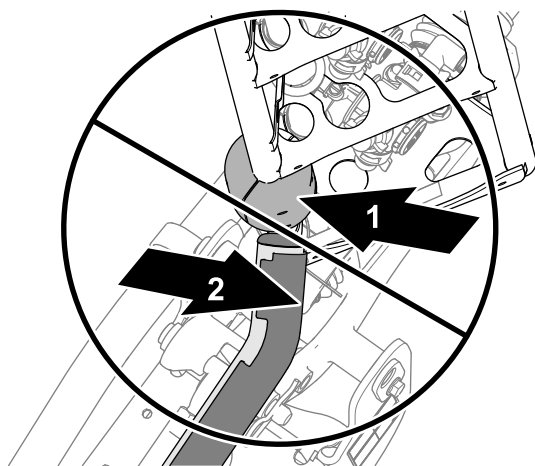
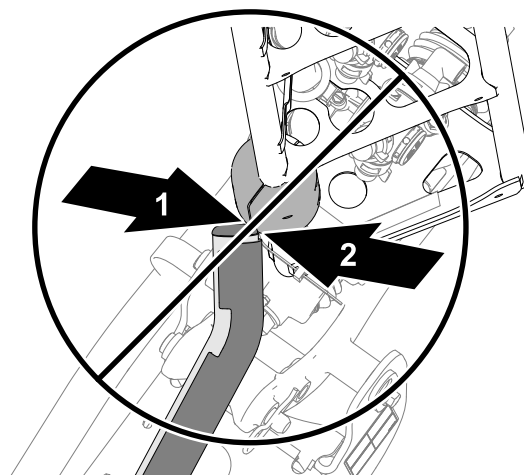
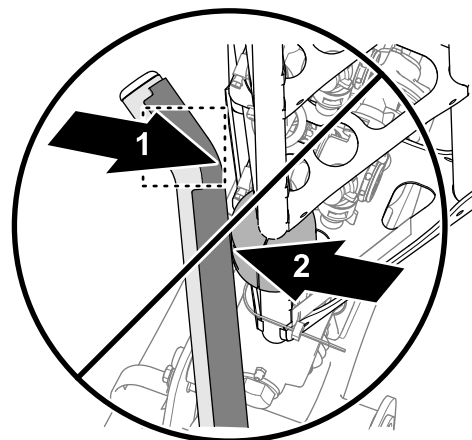

図 6
図 7
図 8
5. もしどちらかの上側クレードルチューブの調整がスライドブロックに合っていない 図 6や図 7や 図 8場合には、クレードルの位置調整を行う **クレードルとブームを整列させる** (ページ 75)を参照。